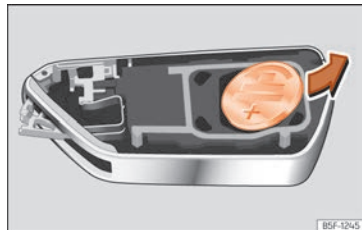

Fig.73 Clé du véhicule : retirez la pile.
- Retirez le cache de la partie arrière de la clé du véhicule »» ❶.
- Retirez la pile du compartiment à l'aide d'un objet fin approprié »» fig. 73.
- Insérez une pile neuve et appuyez-la contre le logement à pile dans le sens contraire de la flèche »» fig. 73.
❶ ATTENTION